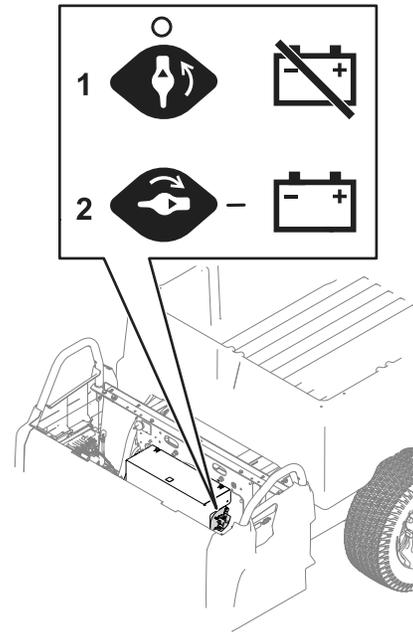

図 44
3. 図 44のように、バッテリー遮断スイッチを希望位置にセットする。